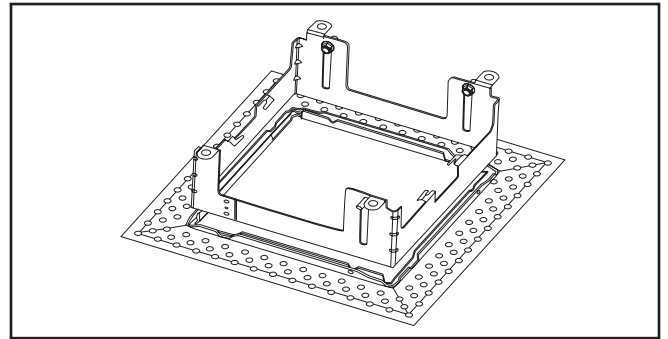
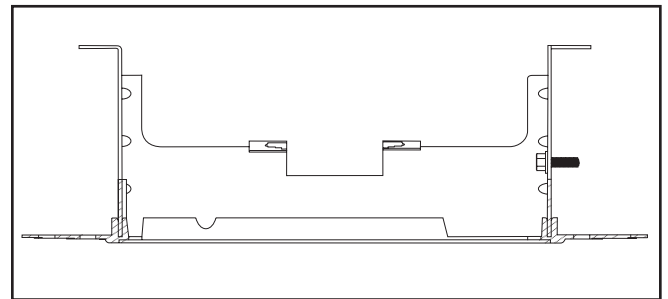

Figura 2.
Figura 3.
2. Coloque cuidadosamente el canal del collar del anillo del listón de yeso con el collar de la luminaria (Figura 2). Mientras sostiene la parte superior del collar, presione cuidadosamente el anillo del listón de yeso sobre el collar de la luminaria, sobre los cuatro lados, hasta que la parte inferior del canal esté al ras con el collar (Figura 3).
4. Aplique una presión uniforme sobre todo el largo y ancho de la brida perforada para formar una fuerte unión con el techo. Ajuste firmemente los tres (3) tornillos de cabeza hexagonal para evitar el movimiento vertical del collar. Espere el tiempo de secado suficiente y recomendado por el fabricante del adhesivo, antes de aplicar el compuesto para juntas.